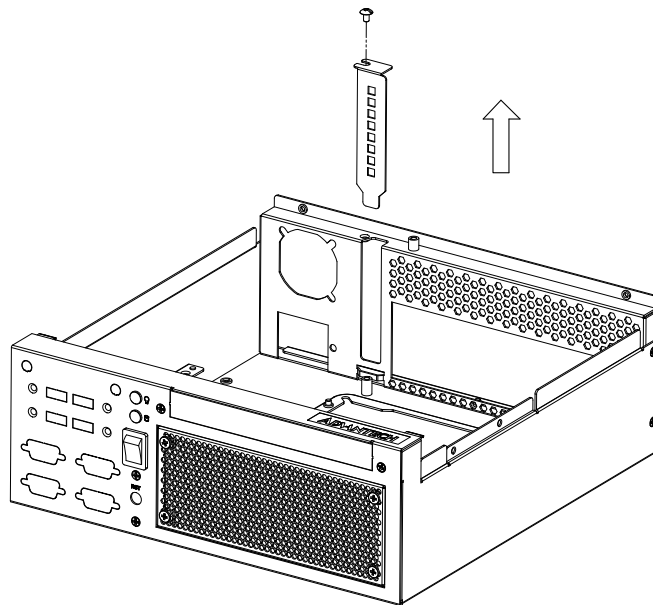
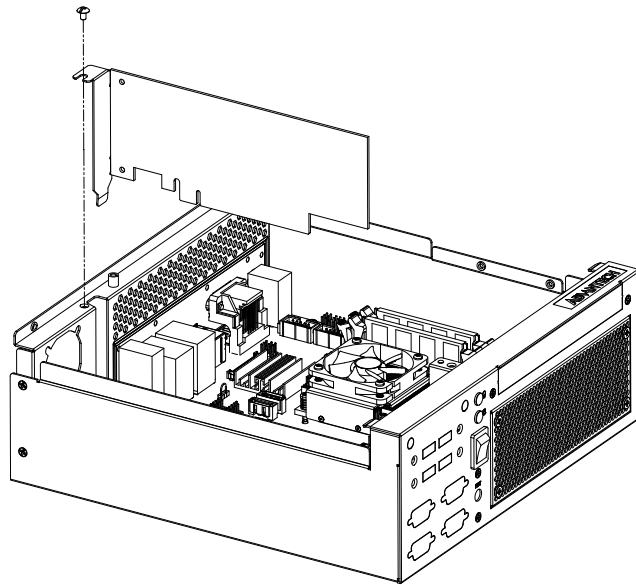

Figure 2.8 Remove dummy bracket / 移除 dummy 支架
Figure 2.9 Installing PCIE & PCI CARD/ 安裝 PCIE & PCI 卡 / 安裝 PCIE & PCI 卡
2.5	Installing the Add On Card/ 安装外接卡 / 安裝外接卡..... 9 Figure 2.8 Remove dummy bracket / 移除 dummy 支架..... 9 Figure 2.9 Installing PCIE & PCI CARD/ 安装PCIE & PCI 卡 / 安裝 PCIE & PCI 卡 10